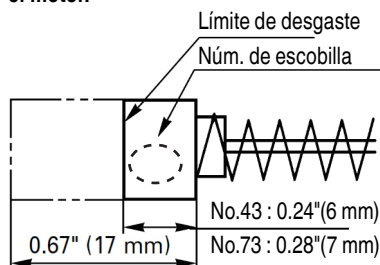

Fig. 10
4. Inspeccionar los escobillas de carbón (Fig. 10)